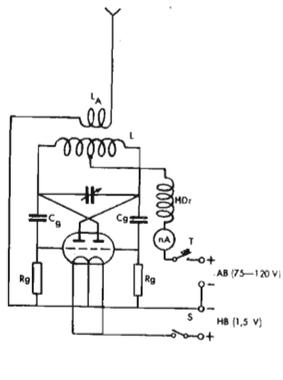
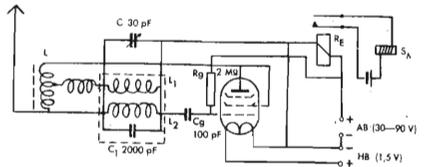
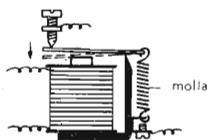

Fig. 468. Schema elettrico d'un trasmettitore per manovra radiotelecomandata (collegamento in controfase con doppio triodo).
Fig. 469. Ricevitore ad una sola valvola con circuito di smorzamento (inquadro a tratteggio).
Fig. 470. Relé ricevitore.
La possibilità di comandare a distanza, per mezzo d'un apparato trasmittente, la manovra di veicoli di qualsiasi genere ha fatto nascere in questi ultimi anni una nuova forma di « hobby », e cioè il radio-telecomando di modelli di aeroplani, d'imbarcazioni e di automobili. Il principio della manovra radiotelecomandata è relativamente semplice. Una piccola trasmittente a valvola (fig. 468) emette, quando si abbassa il tasto di trasmissione (T), un'onda di determinata lunghezza sulla quale è sintonizzato l'apparato ricevente montato sul veicolo (fig. 469). Nel circuito anodico del ricevitore è inserito un relé (RE) molto sensibile, il cui indotto, allo stato di quiete, chiude un contatto (fig. 470). Quando l'apparato ricevente non riceve alcun segnale, attraverso la bobina del magnete passa una corrente anodica relativamente forte, sicché l'indotto viene attratto ed il contatto è aperto. All'arrivo d'un segnale, la corrente anodica si affievolisce fortemente, per effetto del particolare circuito del ricevitore. L'indotto si stacca e tiene chiuso il contatto finché rimane abbassato il tasto di trasmissione.